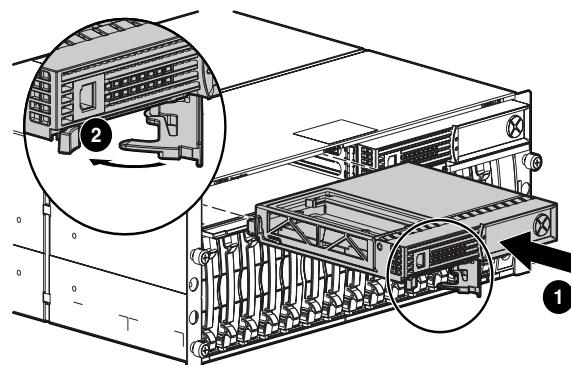

Abbildung 10: Einsetzen des Controllers
1. Setzen Sie den Austausch-Controller in das Gehäuse ein ①. Siehe Abbildung 10.